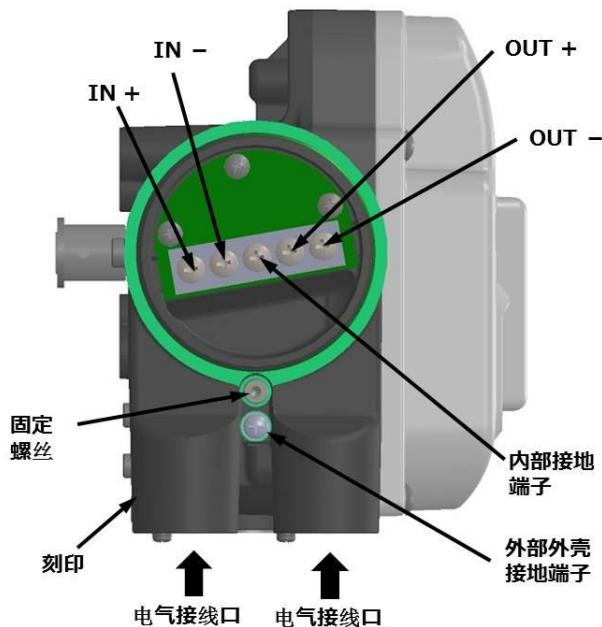

图 1.4a 电气接线口和端子
5. 如图 1.4a 所示，接地有内部接线和外部接线的两个端子可以使用。2 种具有同等效果，请根据当地电气规范和设置环境进行接线。